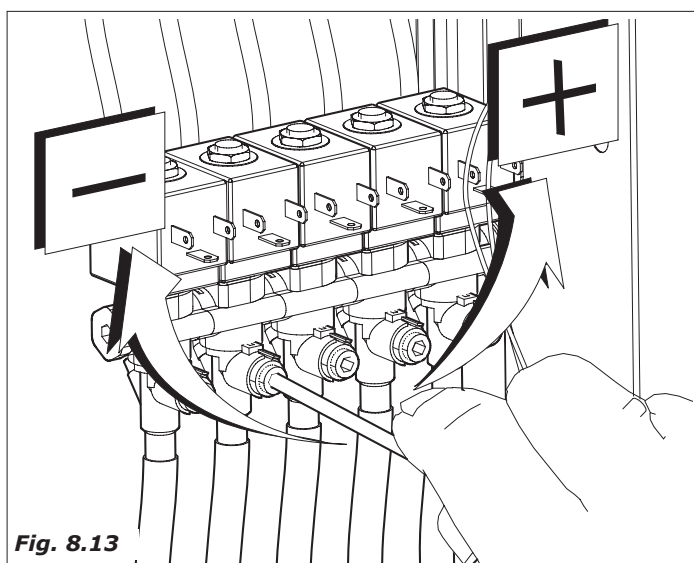

Fig. 8.13
- Para obter uma boa enxaguadura dos copinhos acionar eventualmente o parafuso de capacidade (Fig.8.13).